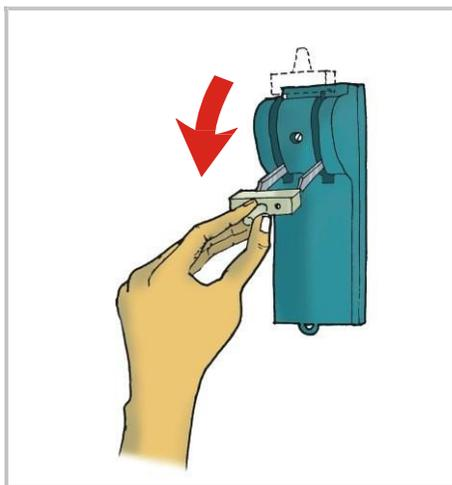

Fig. 2
3. Asegúrese que el interruptor este en posición de "apagado". Para mayor seguridad, baje la palanca de la llave general que se encuentra en el tablero eléctrico (Fig.2).